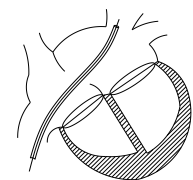

Figura 5. Illustrazione dell'ingresso della guaina di introduzione nel cuore
- Irrigare il dilatatore e la guaina di introduzione con soluzione fisiologica. Quindi inserire il dilatatore nella guaina di introduzione e serrare il dado del clamp per assicurarsi che il dilatatore sia fissato saldamente alla guaina. Fare avanzare la guaina di introduzione con il dilatatore sul filo guida di scambio, fino a far passare la guaina attraverso il difetto settale e quindi farla entrare nella vena polmonare superiore sinistra. Rimuovere il filo guida di scambio e il dilatatore (vedere la figura 5).